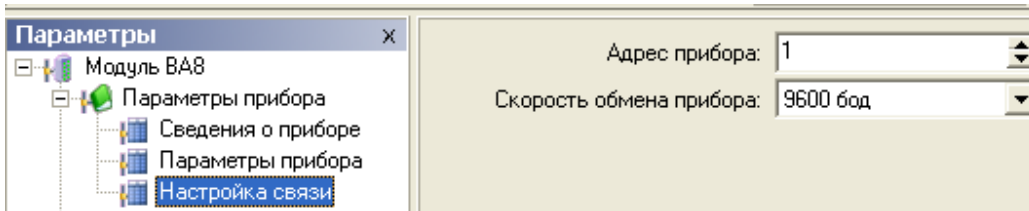

Рисунок 5.2
- скорость обмена по интерфейсу (Скорость), равную установленной в меню Настройка связи (рисунок 5.2);